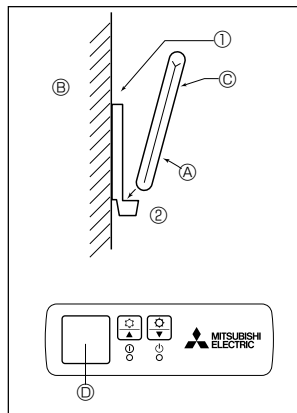
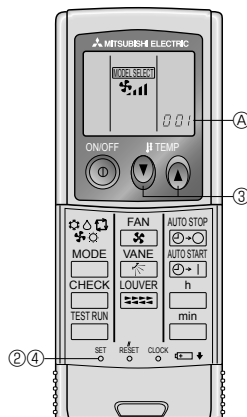

Fig. 6-5
Fig. 6-6
2) Método de instalação (Fig. 6-5)
① Fixe o suporte do controlo remoto no local desejado com dois parafusos de derivação.
② Coloque a extremidade inferior do controlo remoto no suporte.
3) Definição (Fig. 6-6)
① Introduza baterias.
② Prima o botão SET com algo de bico.